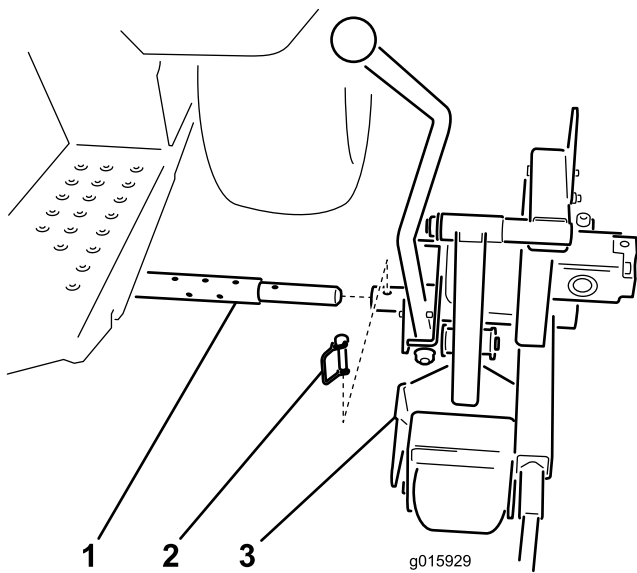

Figura 5
1. Deslice el tubo de giro del cabezal de corte sobre el tubo transversal (Figura 5).
2. Sujete el cabezal de corte al tubo transversal con el pasador de enganche (Figura 5).